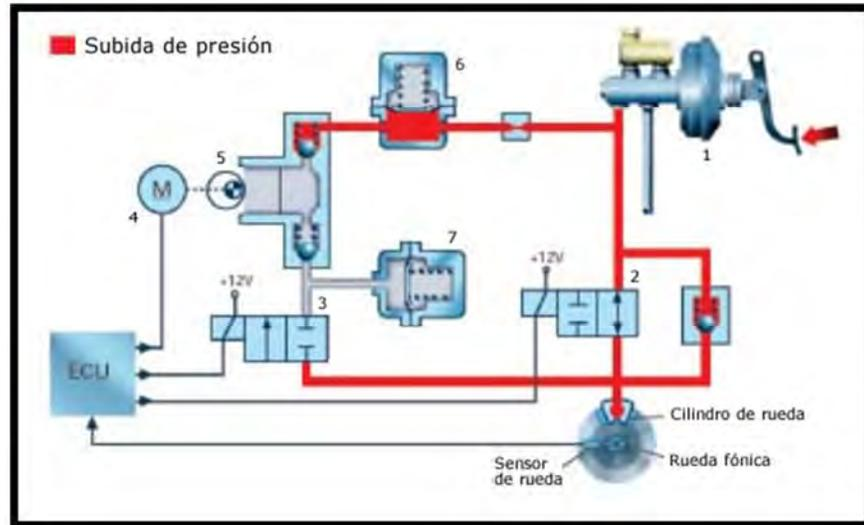

Figura 1.16 Aumento de presión.
Como se muestra en la figura 1.16, la electroválvula de escape (3) se cierra y la válvula de admisión (2) se abre, el cual permiten el paso de líquido de frenos desde la bomba de frenos hasta los bombines de las ruedas. El suministro de líquido de frenos es proporcionado por la bomba de frenos, pero también por medio del motor – bomba (5).